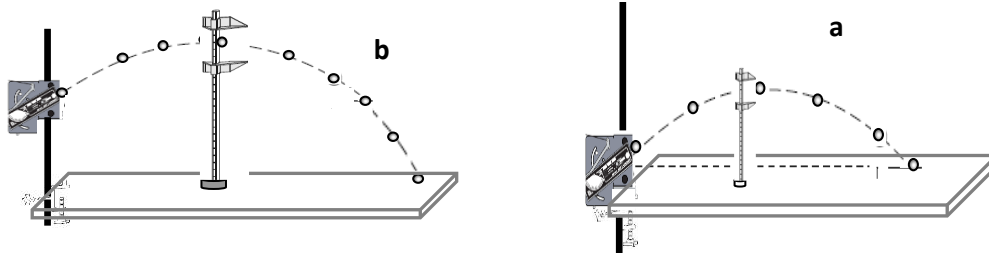

Fig.4 Dispositif expérimental de la chute parabolique
2. Régler l'angle du lanceur à 25° et lancer la bille avec la même vitesse initiale choisie (voir figure 4.a)
1. Fixer la hauteur de lancement y_0 à 20 cm (Voir figure 4 b)